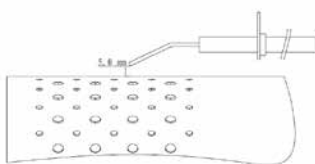

Figure 1
- b) Vérifier la position de l'électrode d'amorçage (voir figure 1).